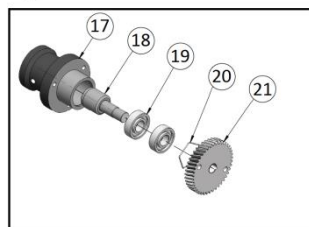

Fig. 2 – Bocal e Mancal Completo
✚ Para empurrar a carne no BOCAL (Fig. 2, nº 24), utilize apenas o *SOQUETE* (Fig. 1, nº 30), nunca utilize qualquer outro instrumento para auxiliar a colocação de carne no bocal.
Quando montar o *BOCAL COMPLETO*, não aperte demasiadamente o *VOLANTE* (Fig. 2, nº 25), desta forma evita-se o travamento ou a quebra dos componentes internos.
Sempre que utilizar o equipamento, certifique-se que a *ARRUELA* (Fig. 2, nº 36) está posicionada de forma correta no Eixo do *CARACOL* (Fig. 2, nº 28), evitando atrito entre as partes de ferro ao introduzir o *CARACOL* no *BOCAL* (Fig.2, nº 29). A utilização incorreta poderá gerar danos às engrenagens, *FACA/CRUZETA* (Fig. 2, nº 27), *DISCO/ PENEIRA* (Fig. 2, nº 26) e no equipamento em geral.
Tenha certeza que a montagem dos componentes do *BOCAL COMPLETO*, estejam na sequência correta, conforme item 24, Fig. 2.
1. Antes de utilizar o equipamento, devem-se lavar todas as partes que entram em contato com o produto a ser processado, com água e sabão neutro (leia o item 3.4);
2. Coloque os pedaços dos alimentos sobre a *BANDEJA AÇO INOX* (Fig. 1, nº 23) e leve os mesmos com a mão até a entrada da boca de alimentação do Picador. Com a utilização do *SOQUETE* empurre para baixo até o momento que for puxado pela Rosca-sem-fim do *CARACOL* (Fig. 2, nº 28).
1. Este equipamento possui um Anteparo de Segurança (Fig. 1, nº 34) que impossibilita o acesso dos membros superiores no contato do Eixo Caracol (Fig. 2 nº 28), garantido maior segurança do usuário.
2. Na montagem do Bocal Completo (Fig. 2, nº 24) o Disco/ Peneira (Fig. 2, nº 26) é fixo no Eixo Caracol (Fig. 2, nº 28), o que impossibilita o usuário de tocar na Faca/ Cruzeta (Fig. 2, nº 27) e no próprio Eixo sem que o conjunto esteja devidamente desmontado.
- ✚ *BOCAL COMPLETO* (Fig. 2, nº24)
- ✚ *VOLANTE* (Fig. 2, nº 25)
- ✚ *DISCO/ PENEIRA* (Fig. 2, nº 26)
- ✚ *FACA/ CRUZETA* (Fig. 2, nº 27)
- ✚ *CARACOL* (Fig. 2, nº 28)